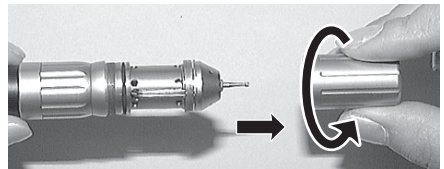

Fig. 15
- 1) Desserrez le support de la cartouche en le faisant tourner dans la direction indiquée à la Fig. 15 .